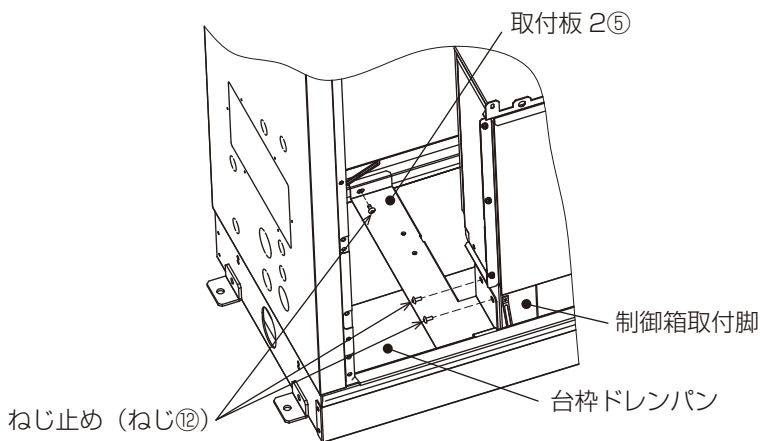

図 4
3) 取付板 2⑤を付属のねじ⑩を使用して台枠ドレンパン・制御箱取付脚と取付けてください。(3カ所)… 図 4